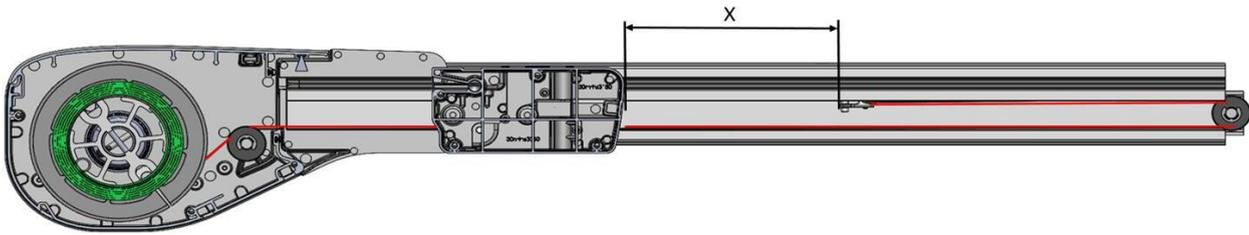

Abb. 19: Vorspannung einstellen
1. Die Vorspannung auf ca. 30cm (Abb.19/Maß X) einstellen, dazu das Bandschloss auf dem Zugband verschieben.